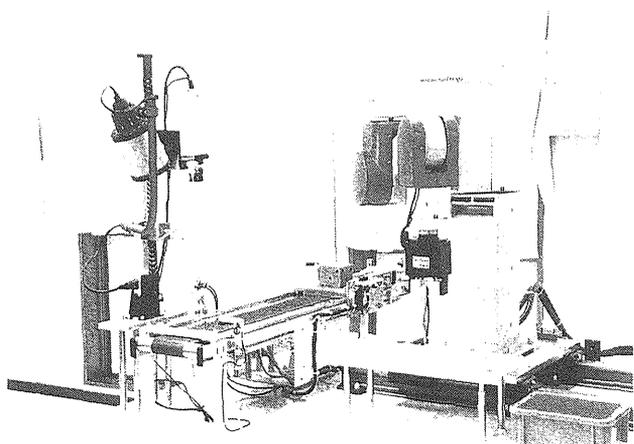

図3 組立セルの外観
③組立セル：図3に外観を示す。加工セルからの正常加工ワークに対して、水平多関節ロボットにより部品を組み付ける。